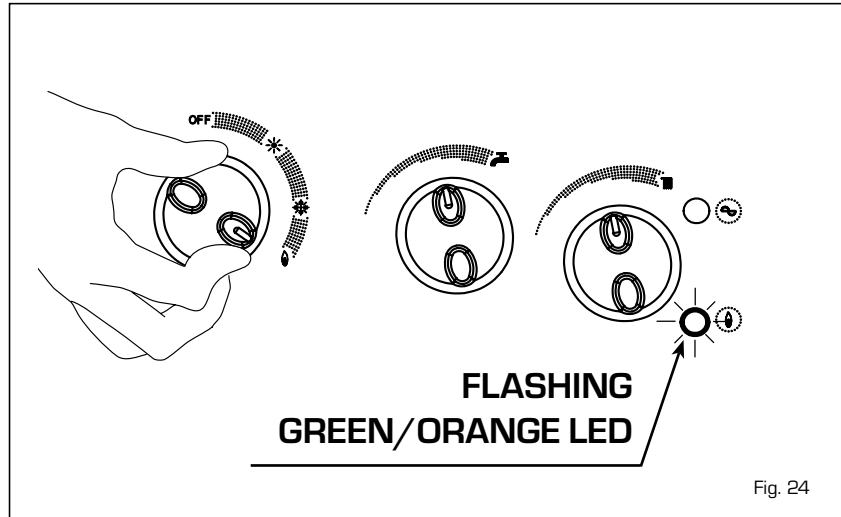

Fig. 24
4.7.1 Chimney sweep function (fig. 24)